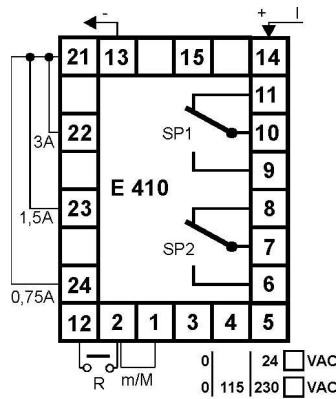

Fig.5
- **E 410 A-B-C**: inserzione diretta fino a 3A pin 14-13 (fig.5) (la corrente deve entrare nel pin 14).
- **E 410 A-B-C**: Direct insertion up to 3A: pin 14-13 (fig.5) - (the current enters through the pin 14)